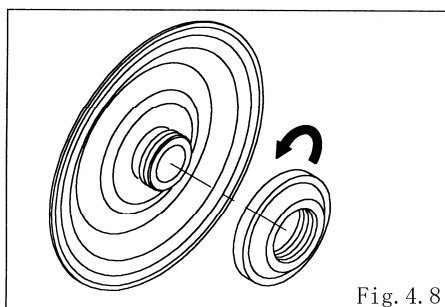

Fig. 4.8
- ・ダイアフラムを固定してブッシュを回し取り外す。〔Fig.4.8〕